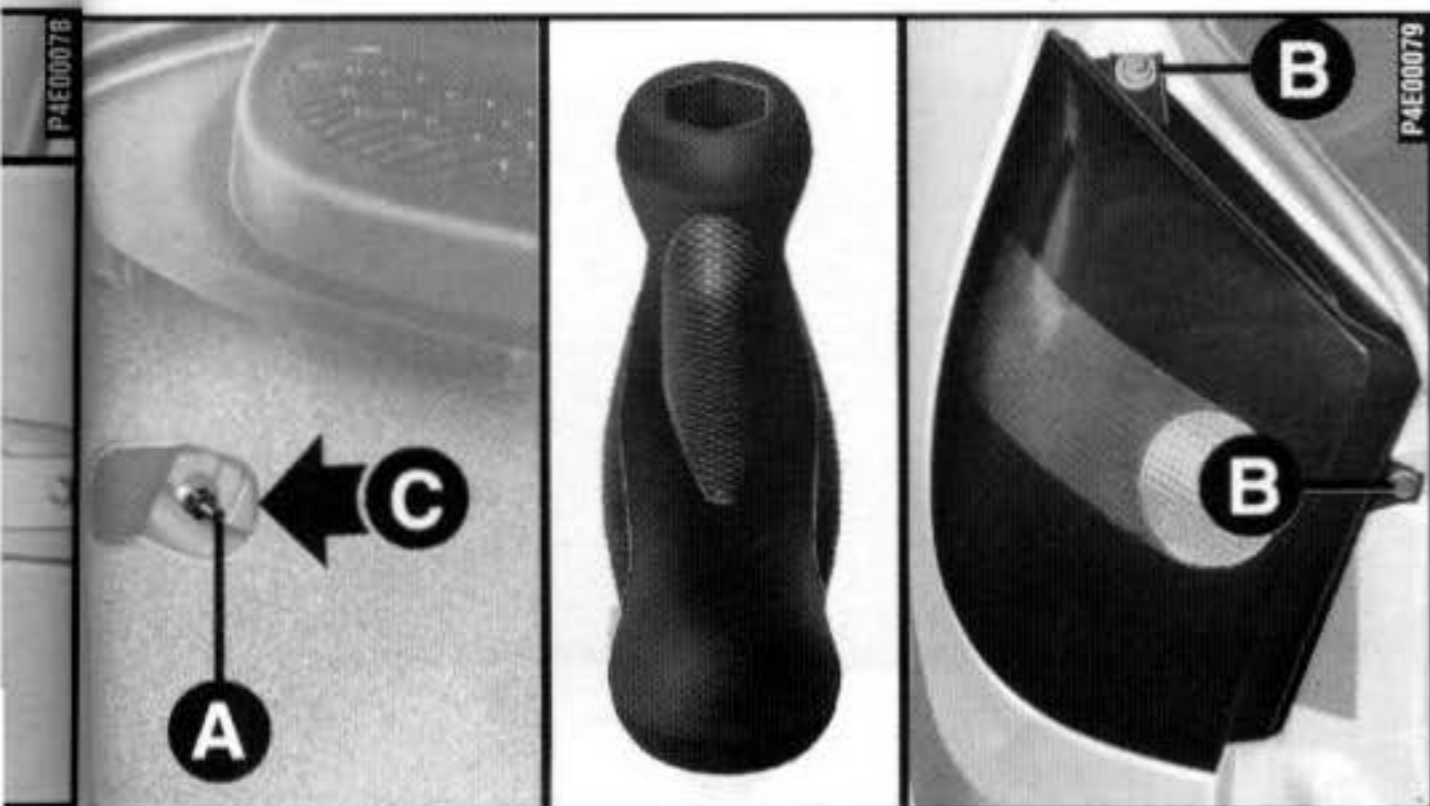

fig. 20
1) Por dentro do porta-malas, através do furo **C-fig. 20** soltar a porca **A**.
2) Soltar os parafusos **B** e remover o conjunto. Soltar o conector elétrico movendo o respectivo grampo. Para soltar tanto o porca quanto os parafusos, utilizar o cabo da chave específica **fig. 20**, disponível no suporte das ferramentas junto à roda sobressalente.